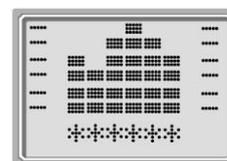

Abbildung 15
Nach der automatischen Kalibrierung beginnt der Test. Auf der LCD-Anzeige ⑧ werden laufend (Bild 15) die aktuellen Messwerte gezeigt. Dabei zeigen im „Standard“ - Modus jeweils zwei Balken eine der Testfrequenzen (DPOAE), bzw. eine der Testfrequenzbänder (TEOAE) an.